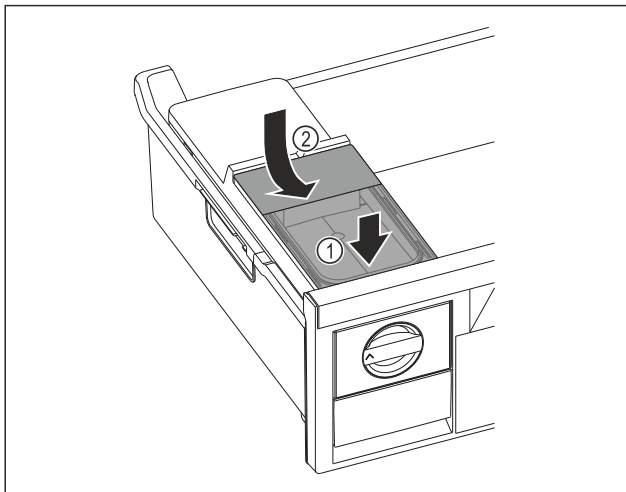

Fig. 76
- ▶ Помістити бак для води спереду. Fig. 76 (1)
- ▶ Опустити бак для води ззаду. Fig. 76 (2)